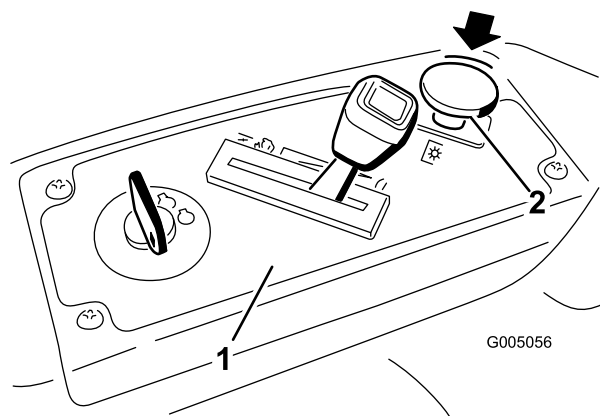

Figura 14
Presione hacia abajo del mando de control de las cuchillas para desplazarlo a la posición de Desengranado y desengranar las cuchillas (Figura 14).
1. Desengrane las cuchillas moviendo el mando de control de las cuchillas a Desengranado (Figura 14).